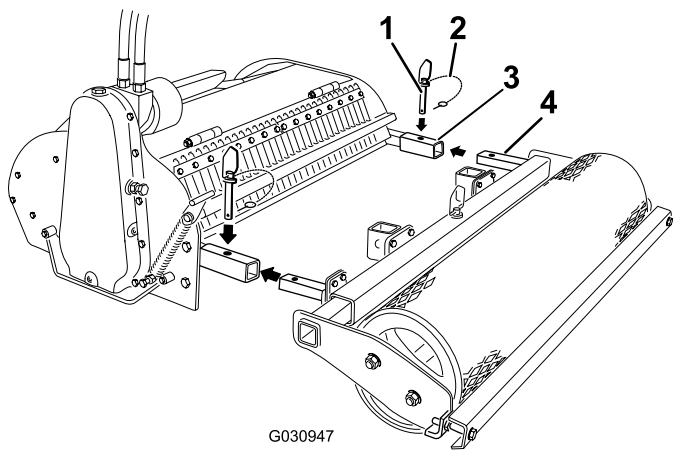

Bild 3
4. Entfernen Sie die Lastösenbolzen des Sprenglings von den Dornen (**Bild 3**).
5. Entfernen Sie die Dorne von den Armen des Bodenaufbereiters (**Bild 3**).
6. Schieben Sie die Arme der Rolle in die Arme des Bodenaufbereiters und befestigen Sie sie mit den Dornen (**Bild 3**).